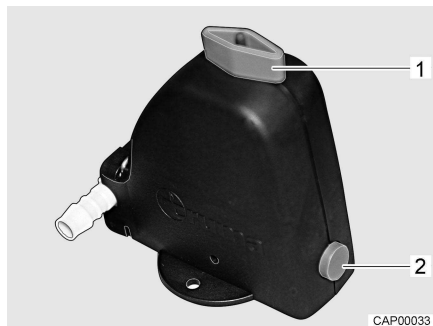
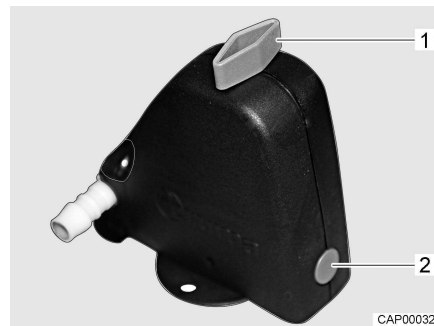

Fig. 97 Valvola di sicurezza/di scarico aperta
Fig. 98 Valvola di sicurezza/di scarico chiusa
- Chiudere la valvola di sicurezza/di scarico. A tal fine ruotare la manopola (Fig. 97,1) trasversalmente rispetto alla valvola di sicurezza/di scarico e premere verso l'interno il bottone automatico (Fig. 97,2). La valvola di sicurezza/di scarico chiusa è rappresentata in Fig. 98. Con temperature inferiori a 6 °C non è possibile chiudere la valvola di sicurezza/di scarico.